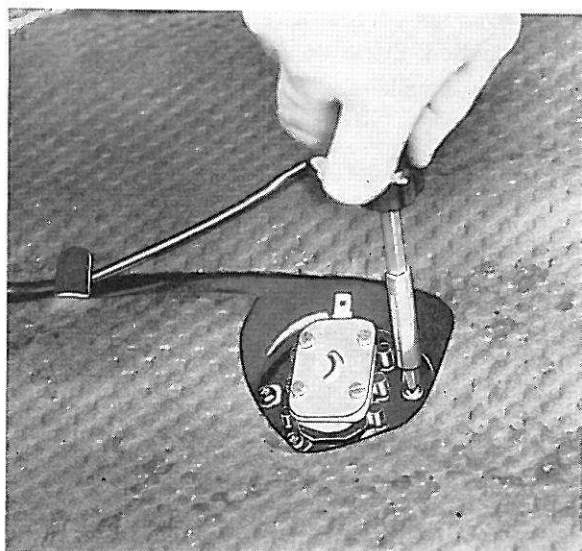

Figure 14 Repose du flotteur de jauge
2. Poser le joint en place sur le réservoir. Remettre le flotteur de jauge en place et bien le fixer, voir figure 14. Reconnecter le câble.